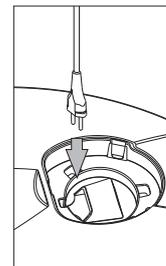

Figura 02
2. Passar o plugue e o cordão elétrico por dentro da base como mostrado na figura **figura 02**.